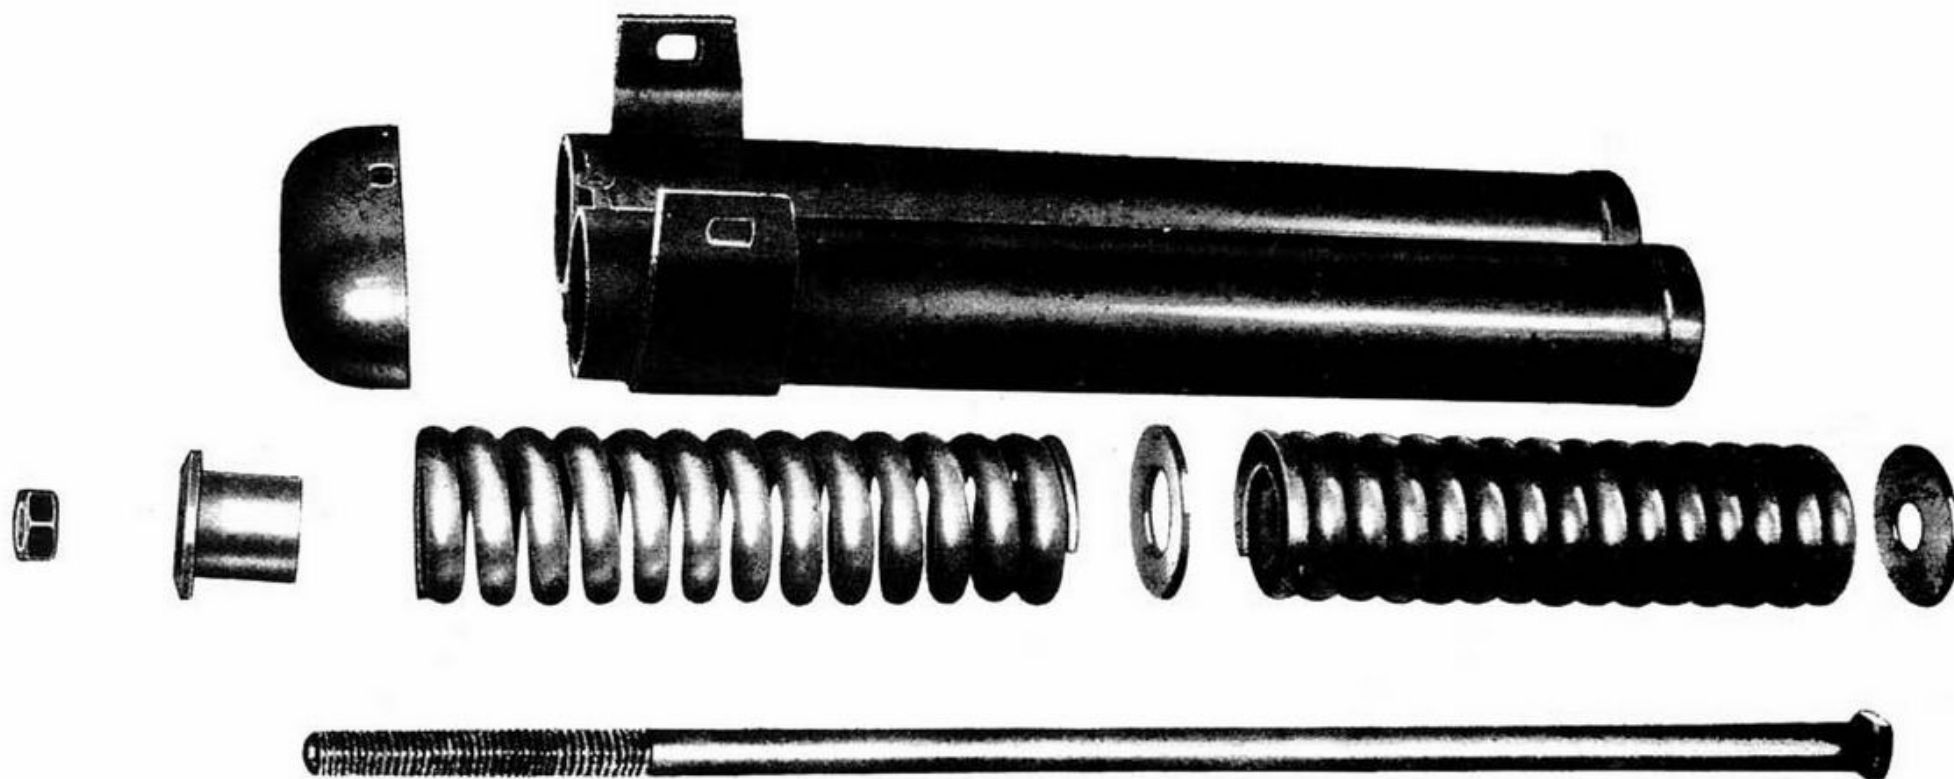

Fig. 30 - Tubi porta molle: si noti sfilato il gruppo del molleggio
- i due bulloni che fissano i tubi porta molle e sfilare il pacco del molleggio (vedere fig. 30).
Vi sono: due molle a 14 spire e due molle a 12 spire (vedere fig. 30).